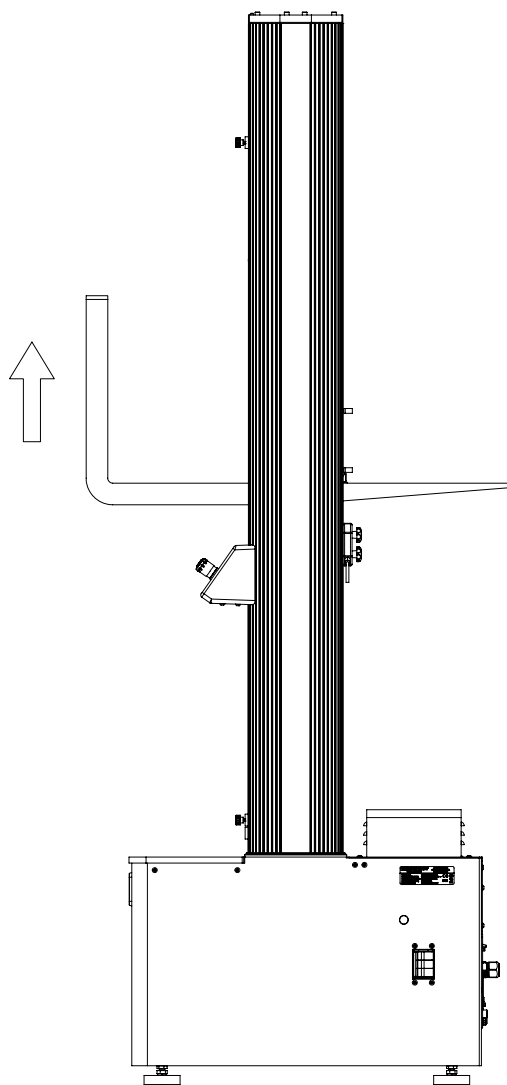

Figura 22. Elevación del bastidor desde la cruceta
1. Usando una carretilla elevadora con palas acolchadas o material de protección alrededor de la cruceta, introduzca con cuidado las palas por debajo de la cruceta entre las columnas. Consulte Figura 22 en la página 74.